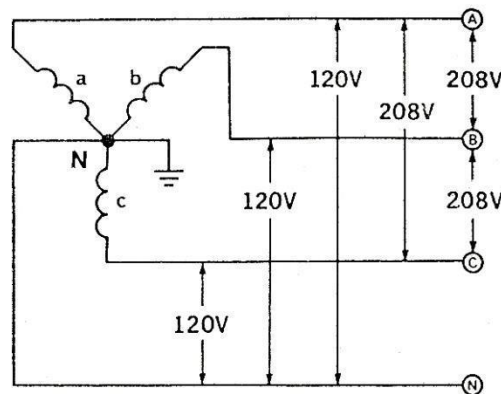

Figura 8.1
El voltaje trifásico de las líneas de potencia, generalmente, es de 208 Volts, y los valores normales de voltaje monofásico (120) se pueden obtener, en la forma que se indica en la figura 8.1.